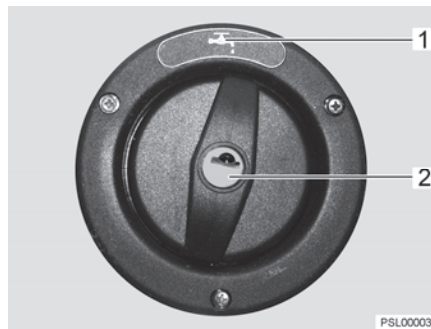

Bild 136 Verschlussdeckel für Trinkwasser-Einfüllstutzen
Der Trinkwasser-Einfüllstutzen ist mit dem Symbol "🔑" (Bild 136,1) gekennzeichnet. Der Verschlussdeckel wird mit dem Schlüssel für die Außenklappenschlösser geöffnet und verschlossen.
- Schlüssel in Schließzylinder (Bild 136,2) stecken und eine viertel Umdrehung entgegen dem Uhrzeigersinn drehen.
- Trinkwasser-Einfüllstutzen (Bild 136) öffnen.